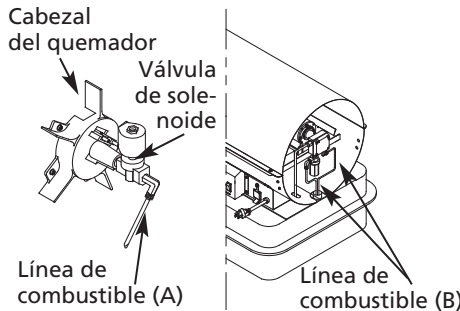

Figura 16 – Apriete la Línea de Combustible
- Use una llave de 1/4 pulg. y apriete la línea de combustible (A) en la válvula de solenoide y en la bomba (consulte la Figura 16).